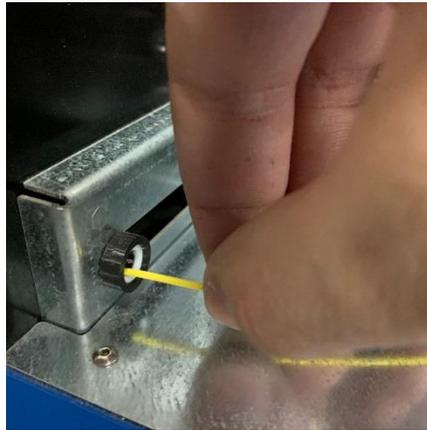

Figura 16: Alimentación de filamento a través de la guía esparcidora.
5. Una vez que el filamento de salida se haya estabilizado, escuchará otro timbre y un mensaje en la pantalla de la interfaz de usuario que dice "Spooler Ready". La velocidad del ventilador se reducirá para permitir que el filamento se ablande hasta un punto en el que pueda comenzar a enrollar. Con las tijeras de mano amarillas que vienen con cada ProtoCycler, corte el exceso de filamento que se ha estado extruyendo por la parte frontal de su interfaz de usuario. Ahora pase el filamento a través de la guía esparcidora. Ver **Figura 16** para referencia.
- b) Ahora pase el filamento a través de la guía esparcidora. Ver **Figura 16** para referencia.